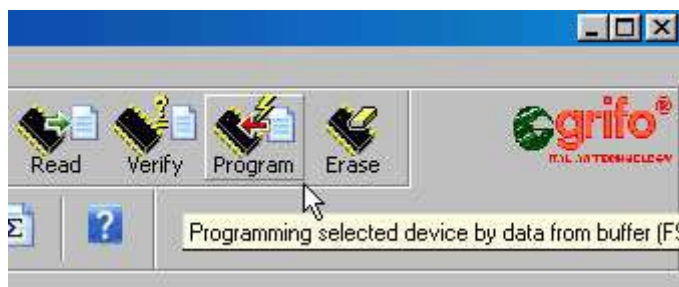

FIGURA 36: PROGRAMMAZIONE DEL PIC18LF4620 MEDIANTE MP PIK+
- B3) Per collegare la **GMB HR168** con il PC, realizzare un cavo come descritto nella figura 36.